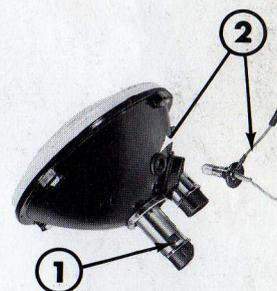

Fig. 38 - Code Route (grand \varnothing) Lampes iode *Cibié*
B. Fourniture « Cibié » (Fig. 38).